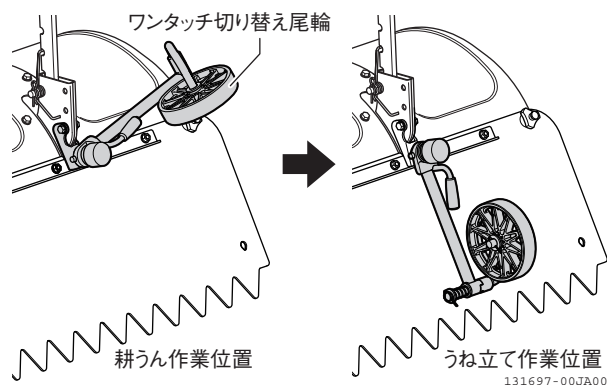

図 3-13 耕うん・うね立て
1. 尾輪を「耕うん作業」位置から「うね立て作業」位置にします。(図 3-13)